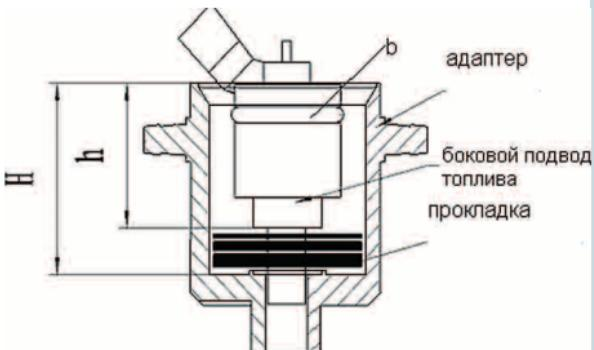

Рисунок 3 – Монтаж форсунки с боковым подводом топлива
- Измерить длину форсунки h и глубину адаптера H (рис. 3).